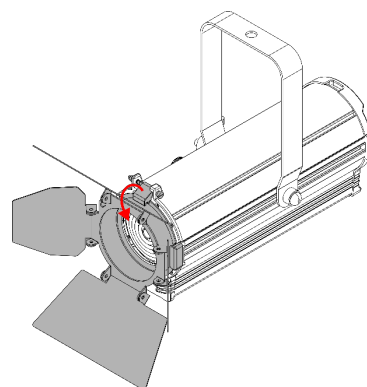

Fig. 12
- 03) Tirez le **clip pour cadre de couleur (08)** vers le bas pour libérer la **vis à ressort (09)** (voir fig. 12). Le volet est verrouillé en position.